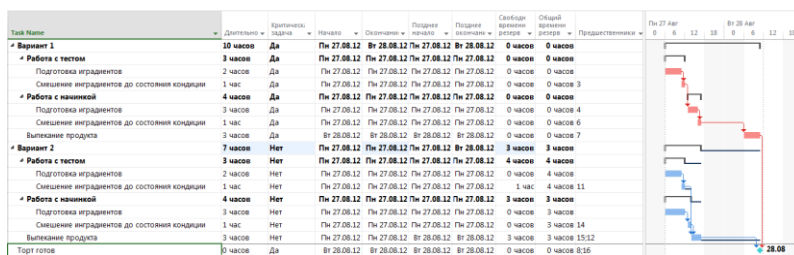

Рисунок 8.7 – Управление критическим путем. Выбор последовательности задач
2. Запараллеливания работ (что повышает риски управления), Рисунок 8.7.